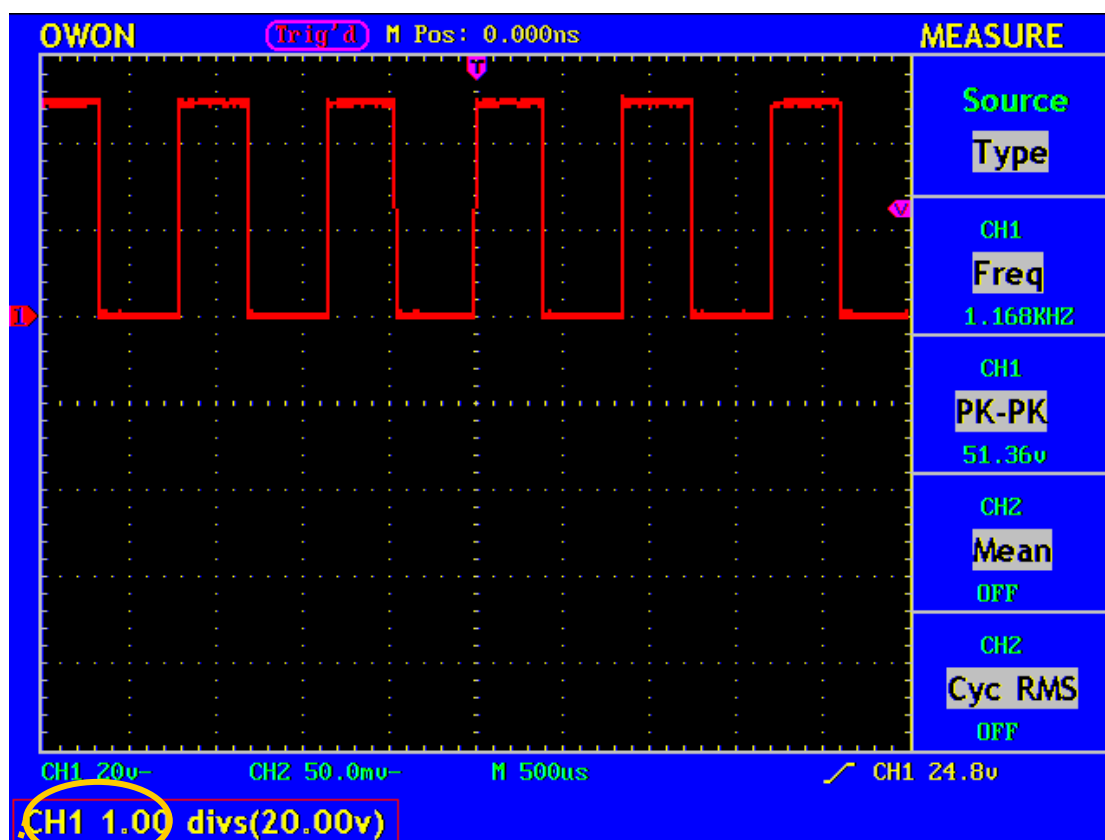

Fig. 21 垂直軸に関する情報
3. チャンネルの波形垂直軸位置を調節すると、表示された垂直軸の位置を現す数値が画面下の左側に表示されます。(Fig.21 参照)